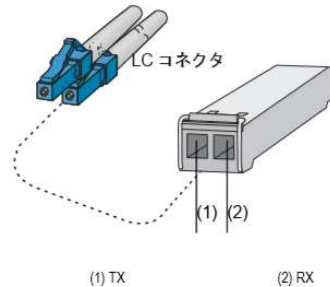

図 3-2：光ファイバケーブルの接続
- 3) 図 3-2に示すように、ラッチが固定されたことを示すクリック音があるまで、コネクタに光ファイバケーブルを挿入してください。